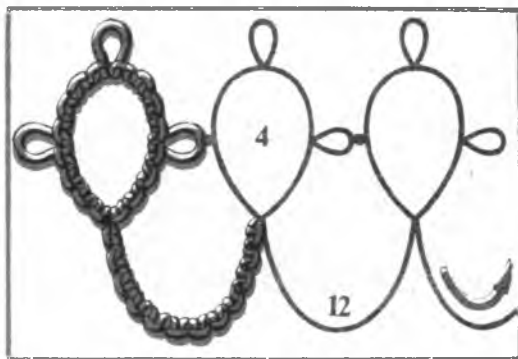

Рис. 17. Узор к упражнению № 2
**Упражнение 2.** Возьмите 2 челнока, свяжите концы нитей и плетите одним челноком кольцо (схема на рис.17), состоящее из 4 узлов, пико, 4 узла, пико, 4 узла, пико, 4 узла. Стянув кольцо, сплетите двумя челноками дугу из 12 узлов. Чтобы узлы на дуге смотрели вниз, надо при начале плетения дуги повернуть работу и зажать кольцо вверх стянутым местом. Когда дуга будет выполнена, вновь поверните изделие так, чтобы дуга смотрела вниз. Зажав конец дуги пальцами, опустите один челнок, а вторым плетите кольцо (4 узла, сцепка, 4 узла, пико, 4 узла, пико, 4 узла, пико, 4 узла, пико, 4 узла), сцепив его с последним пико предыдущего кольца. Очень удобно это упражнение выполнять нитями разного цвета. При этом кольца будут всегда получаться од-
Цветок г состоит из 2 цветков, выполняемых двумя челноками, и веточек с листиками. Метод выполнения цветков был нами разобран в упражнении 2 (см. рис.17). Отличие состоит лишь в том, что все кольца соединены центральными пико, а последняя дуга замыкает кольцо.